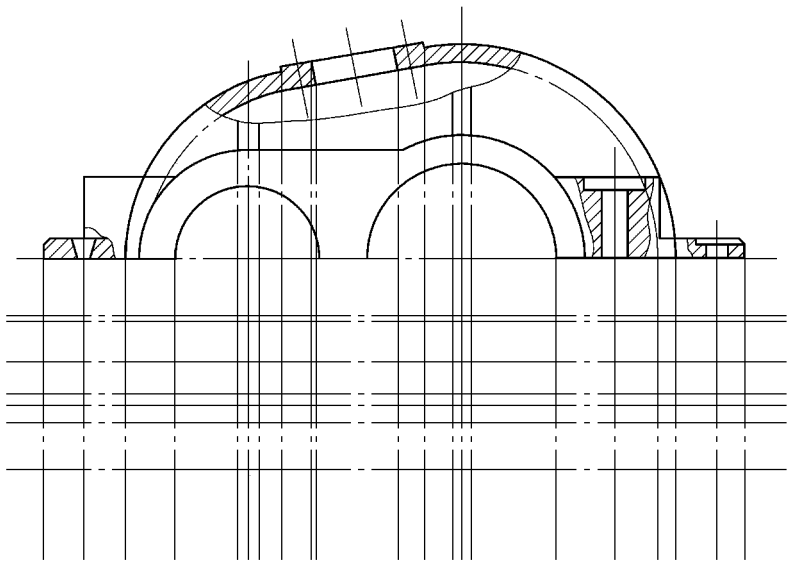

图 11-65 绘制俯视图中心线及辅助线
14) 将水平辅助线向上偏移 17mm、22mm、26mm、37mm、50mm 和 52mm, 如图 11-65 所示。